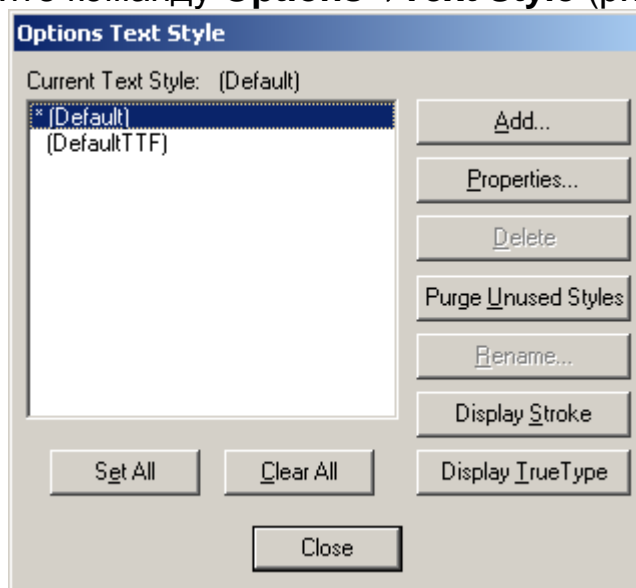

Рис. 15 Команда **Options Text Style**
- 9.1 Откройте команду **Options**→**Text Style** (рис. 15).